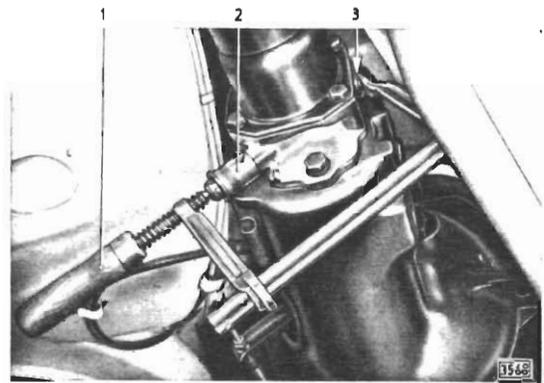

Bild 3 - Schraubzwinge ansetzen
2. Verschlußkappe (3/2) auf Gewinde am Getriebegehäuseendstück unten aufschrauben und Schraubzwinde nach Bild 3 ansetzen und anziehen. Dadurch ist Gewähr gegeben, daß sich der Verschlußdeckel genau zentrisch bis zur satten Anlage einpressen läßt.